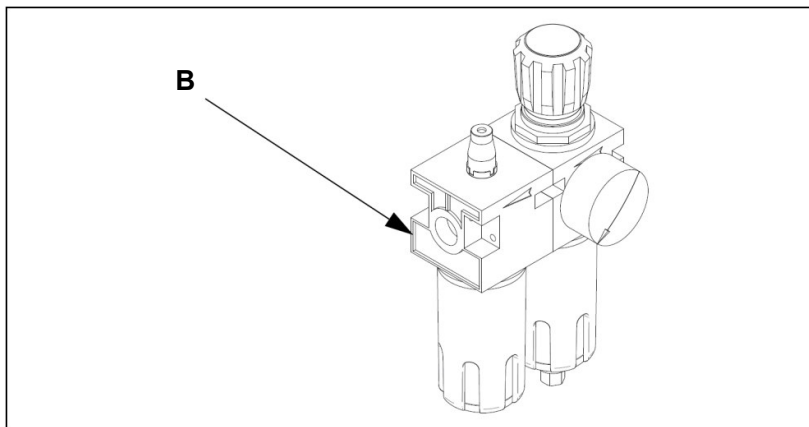

Рис. 7:
4. Подключите блок обслуживания 1/2" (B, рис. 7) ко входу в шкаф электромагнитных клапанов.